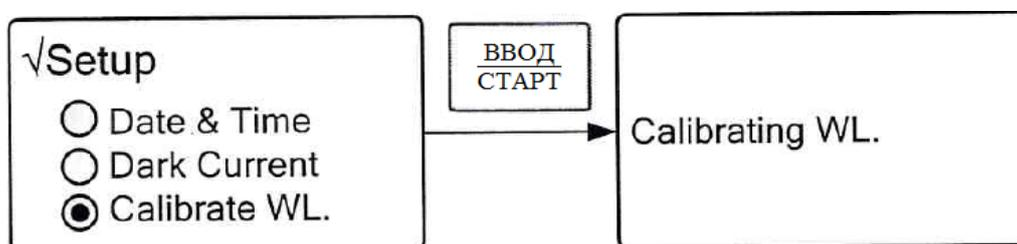

Рисунок 25. Калибровка длины волны
2.5.2.5. “Calibrate WL” – процедура калибровки шкалы длины волны. В процессе длительной работы спектрофотометра для повышения точности установки длин волн рекомендуется периодически проводить калибровку длин волн. Такая же процедура проводится при включении спектрофотометра. Для проведения процедуры компенсации темнового тока с помощью кнопок “▲” и “▼” выберите строку **Calibrate WL** и нажмите кнопку “ВВОД/СТАРТ”. Процедура пройдет автоматически (см. рис. 25), после чего прибор вернется в меню настроек.